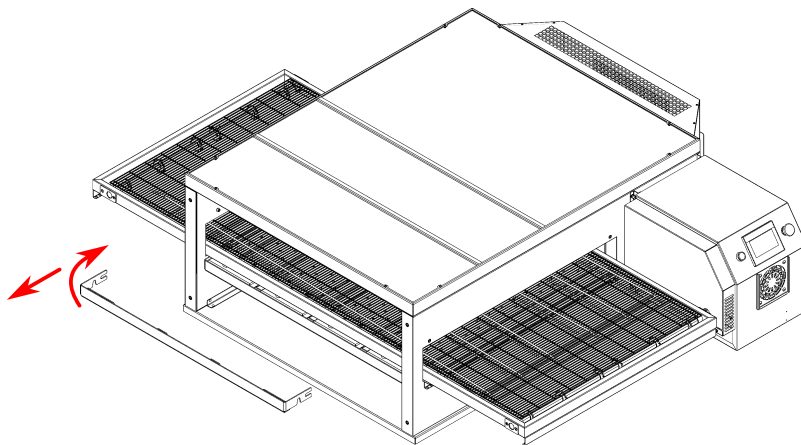

Рисунок 11
6. Возьмитесь за верхнюю перекладину, приподнимите и затем вытащите, см. Рис. 11.